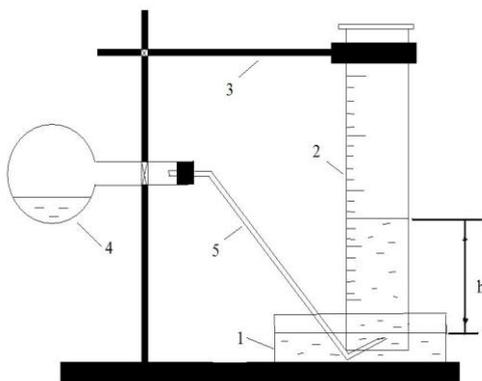

Рис.1. Экспериментальная установка:
1.2. Соберите установку, изображенную на рис. 1. Для этого: наполните кристаллизатор (1) на $\frac{1}{2}$ его вместимости водой, а в мерный цилиндр (2) налейте $80\text{-}90 \text{ см}^3$ воды. Плотнo закрыв отверстие цилиндра пальцами, переверните его вверх дном и аккуратно опустите в кристаллизатор. Закрепите цилиндр в таком положении при помощи лапки штатива (3).